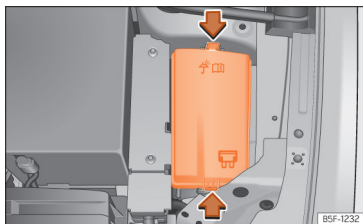

Fig. 217 No compartimento do motor: tampa da caixa de fusíveis.
- Pressione as patilhas de bloqueio para desbloquear a tampa da caixa de fusíveis >>> Fig. 217.